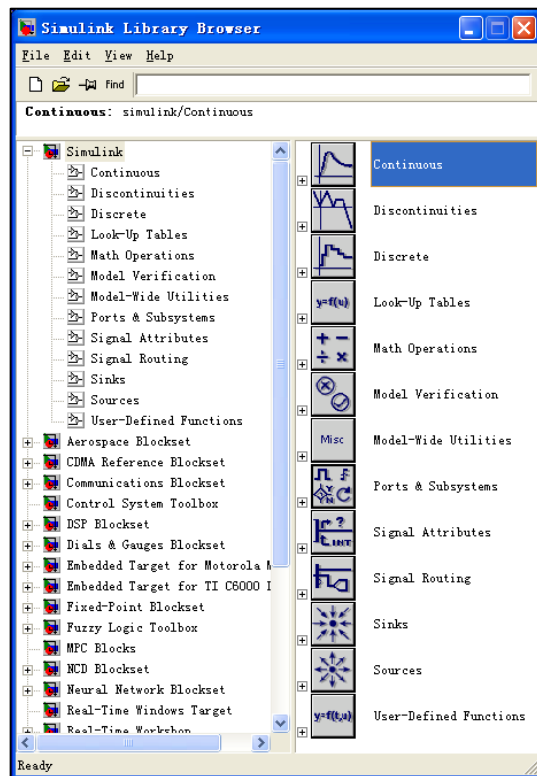

图 7.1 Simulink 界面
(1) 在 MATLAB 的命令窗口运行 `simulink` 命令，或单击工具栏中的  图标，就可以打开 Simulink 模块库浏览器 (Simulink Library Browser) 窗口，如图 7.1 所示。
- 在图 7.1 的 Simulink 模块库浏览器窗口选择菜单 “File” → “New” → “Model” ， 或者单击工具栏的  图标。
- 在图 7.1 的 Simulink 模块库浏览器窗口选择菜单 “File” → “Open...” 或者单击工具栏的  图标打开 “.mdl” 文件。